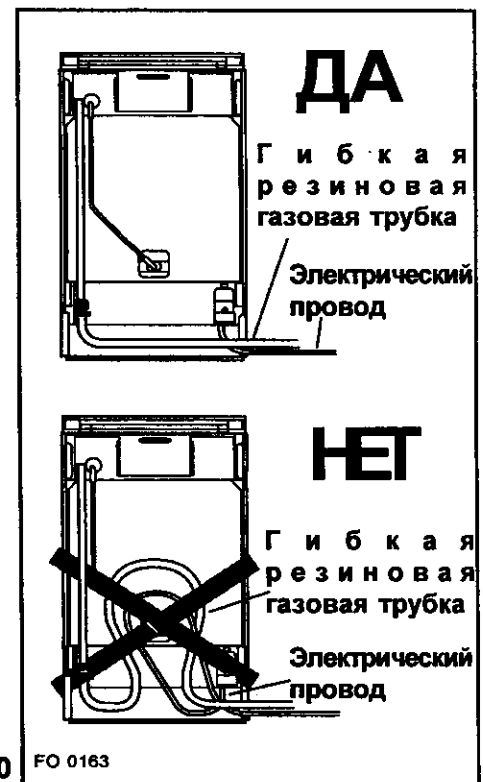

Рис. 10 FO 0163
- трубка не соприкасается с объектами, имеющими температуру выше комнатной (выше 30 °C); если для того, чтобы подвести трубку к входному разъему, нужно проложить ее по задней стенке плиты, то нужно сделать это так, как показано на рис. 10;